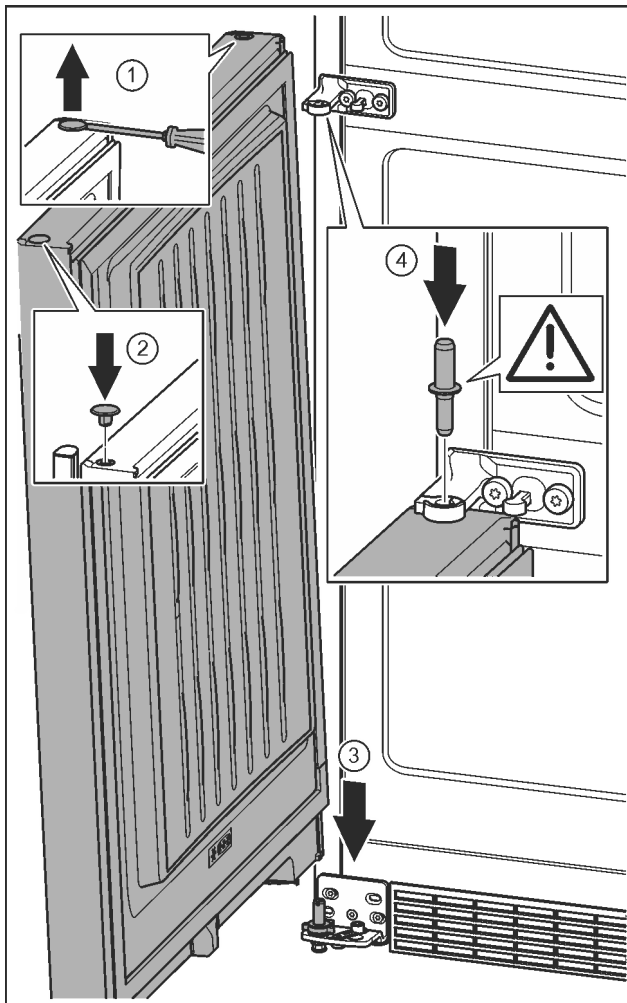

Fig. 22
- ▶ За допомогою шлицевої викрутки обережно підніміть пробку та витягніть її. Fig. 22 (1)
- ▶ Знову вставте пробку з іншого боку дверцят. Fig. 22 (2)
- ▶ Встановіть дверцята зверху на нижній опорний гвинт. Fig. 22 (3)
- ▶ Середній опорний гвинт встановіть в нижні дверцята через середній опорний кронштейн. При цьому виступ фіксатора повинен бути спрямований назад. Fig. 22 (4)